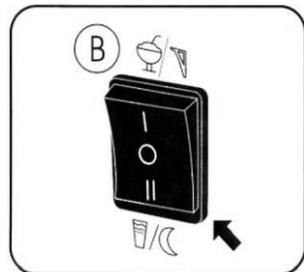

Fig.6
1. For at slukke slushe-maskinen skal du trykke på hoved tænd/sluk-kontakten (A) til position "O".
2. Hvis produktet skal forblive i slushe maskinen natten over, skal kontakten (B) stilles i natposition (fig. 6).